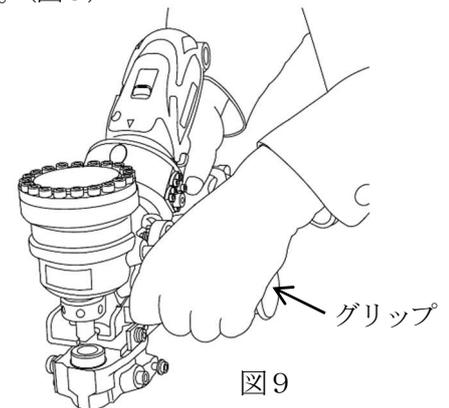

図9
5. 手に持って使用する場合は、スタンドを外して、グリップを取付けます。（図9）